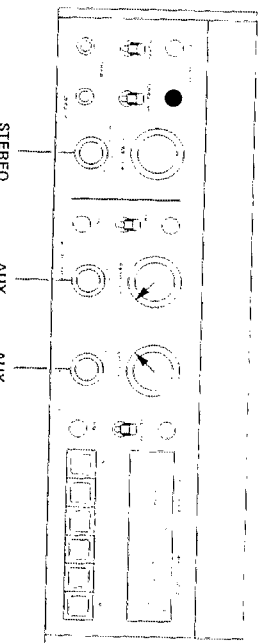

Fig. 6.5.-7
Für die Messung der Stereo-Übersprechleistung wird der NF-Generator an den Eingang (48) AUX INPUT L angeschlossen. Bedienungselemente nach Fig. 6.5.-7 einstellen.
- Selektives Voltmeter an Ausgang (51) OUTPUT R anschließen.
- Messung R (L) (R messen).
- Set operating controls as per fig. 6.5.-7.
- Crosstalk L (R).
- Connect wave analyzer to OUTPUT R (51).
- Crosstalk R (L).